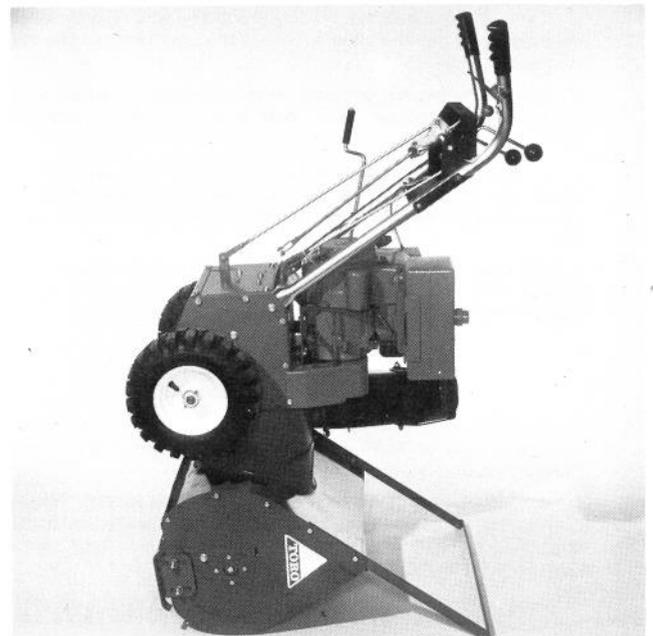

Figure 38
8. Si la déneigeuse est équipée du brise-banc/barre de remisage livré en option, on pourra ranger la déneigeuse à la verticale (Fig. 38). Assurez-vous de vidanger le réservoir d'essence avant de basculer la déneigeuse pour la placer à la verticale, sur son logement de tarière.